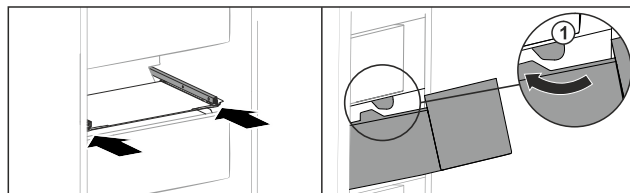

Fig. 156
- ▶ Poprowadzić szufladę wokół stoperów Fig. 156 (1).